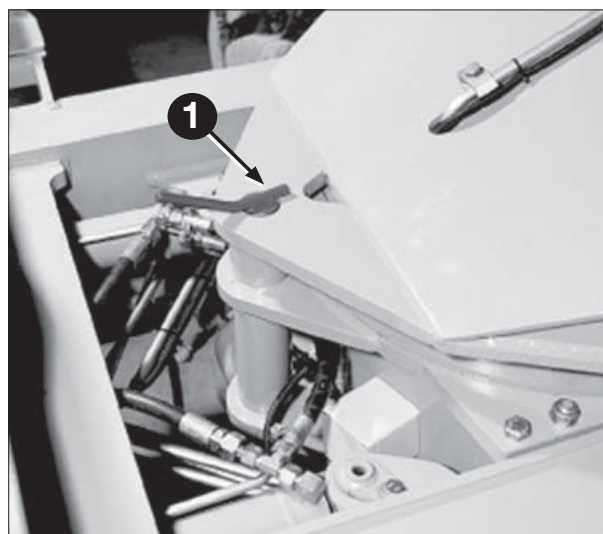
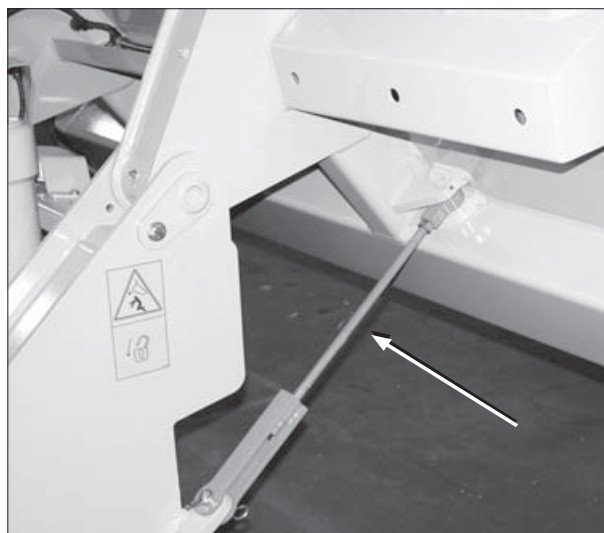
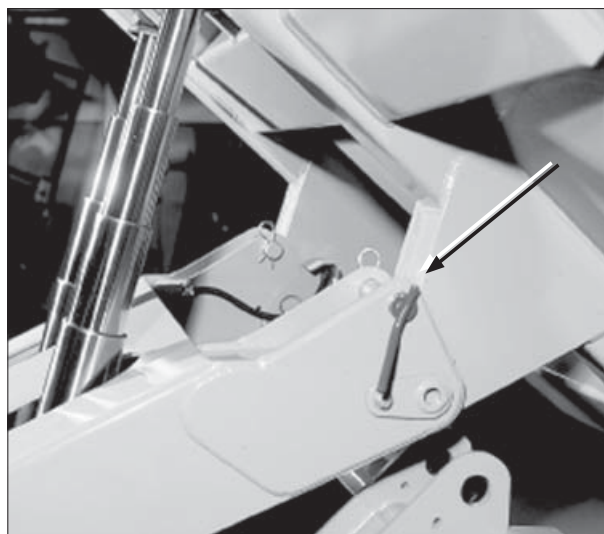

Fig. 62
Fig. 66
Fig. 67
Hvis MultiTip ikke ønskes anvendt, kan sikkerhedsbolten 1 fig. 62 monteres.
- Sikkerhedsstangen fig. 66 er monteret, eller hvis MultiTip er monteret, sikkerhedsboltene i begge sider fig. 67 og sikkerhedsboltene for drejning fig. 62.